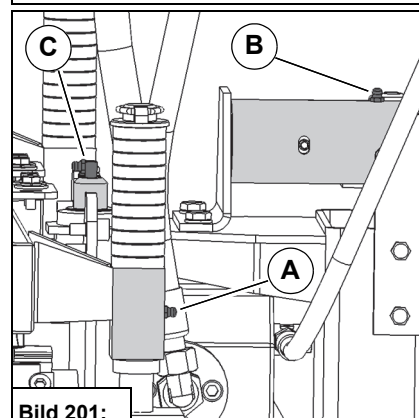

Bild 201:
- Stödhjul vänster/höger (2x) **Bild 201-A**
- Bärör på kopplingstriangeln (1x) **Bild 201-B**
- Lagerbulten (2x) **Bild 201-C**